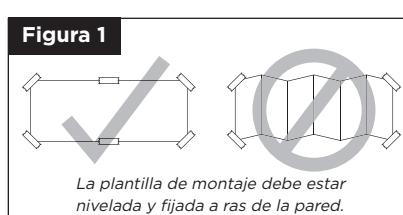

Figura 1
- Pegue con cinta adhesiva el resto de la plantilla a la pared hasta que quede a ras y fíjela en todos los lados (Figura 1).